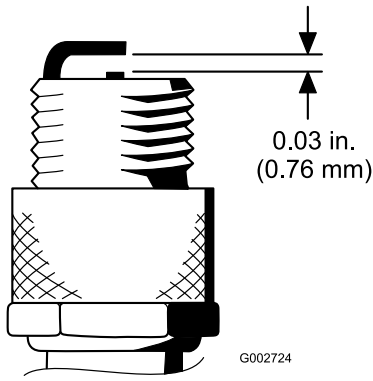

Bild 44
4. Stellen Sie den Abstand zwischen der Mittel- und der Seite der Elektrode auf 0,76 mm ein (Bild 44).